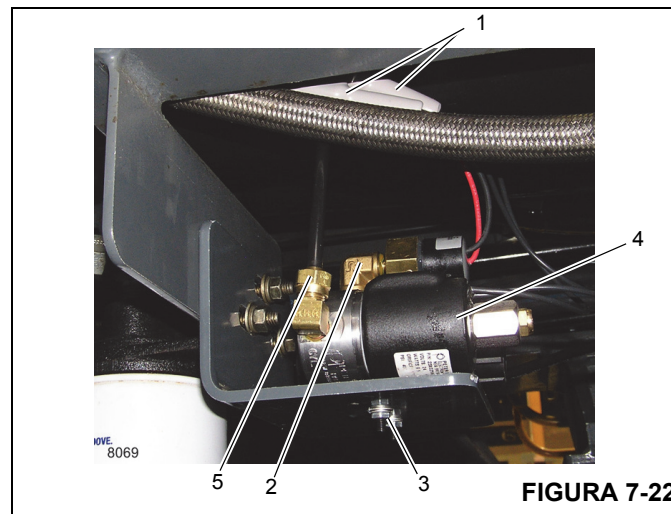

FIGURA 7-22
2. Etiquete e desconecte os conectores elétricos (1) (Figura 7-22).
4. Remova as peças de fixação (3) que fixam a válvula no suporte e remova a válvula de ar (4).